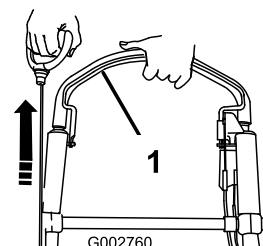

Figure 21
2. Maintenez la barre de commande de la lame contre le guidon et tirez sur la poignée du lanceur (Figure 21).